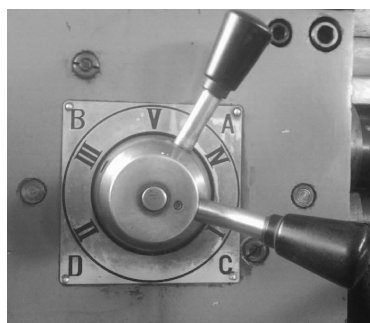

图 1-9 进给手柄
(2)查看进给铭牌表(见图 1-8),调出纵向进给量 0.15 mm/min,横向进给量 0.17 mm/min,并以 560 r/min 运转。进给量调整通过进给手柄(见图 1-9)实现。